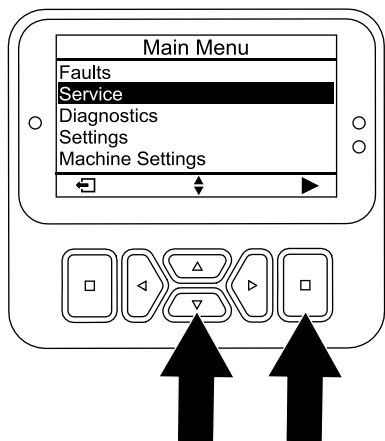

图 95
4. 按向下按钮直至 SERVICE 维护选项被选定然后按选择按钮图 95。